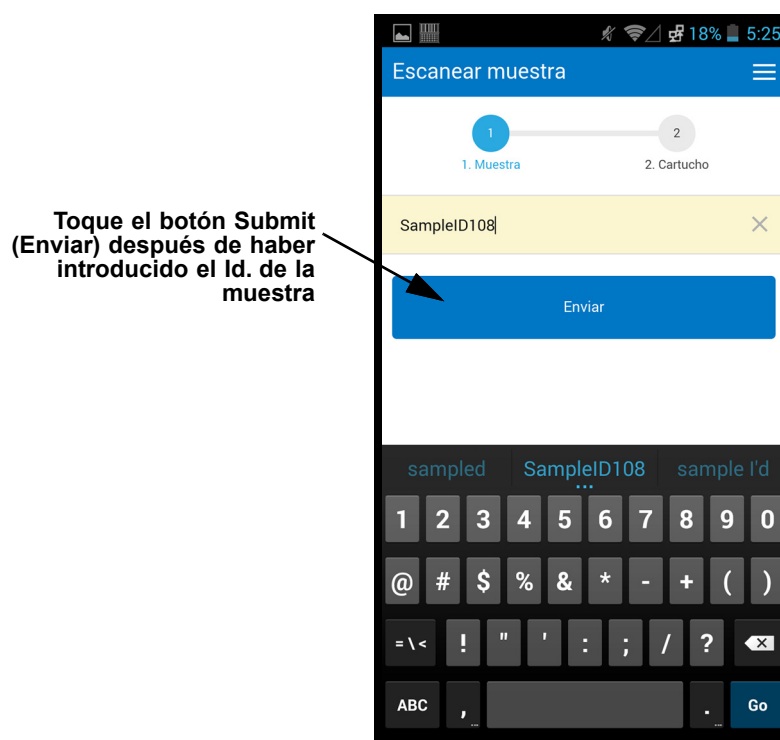

Figura 5-105. Introducción manual del código de barras del Id. de la muestra
- 1) Toque el área **Barcode (código de barras)** de la pantalla (consulte la figura 5-102). Se mostrará un teclado (consulte la figura 5-105) para introducir el Id. de la muestra manualmente.